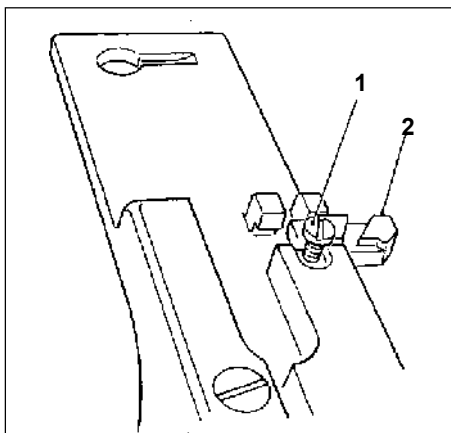

Fig 8-13. Retirada do trinco da haste de retração
(2) Desatarraxar o parafuso do retém(1) removendo-o(2). (Fig 8-13)